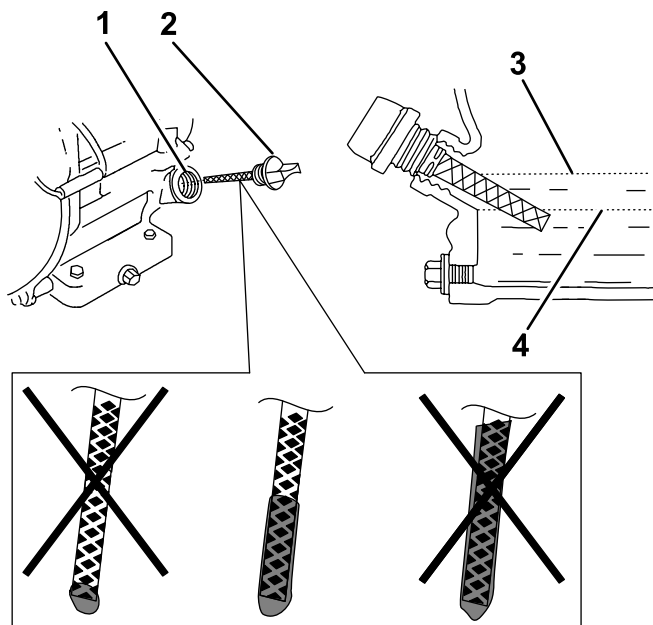

Figura 18
4. Remova a tampa de enchimento/vareta de nível e limpe a extremidade (Figura 18).
5. Introduza a vareta por completo no bocal de enchimento, porém sem rosqueá-la no bocal (Figura 18).
6. Remova a vareta e verifique a extremidade. Se o nível do óleo estiver baixo, adicione vagarosamente no bocal de enchimento somente a quantidade necessária para elevar o nível até a marca Máx (Full) na vareta (Figura 18).
7. Instale e aperte a vareta de nível (Figura 18).